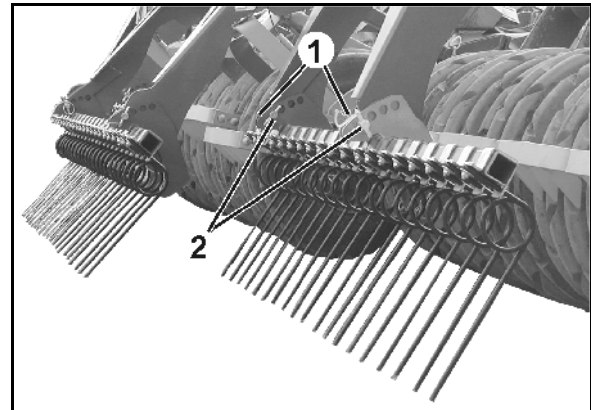

Рис. 34
2. Ослабьте пружинный фиксатор (Рис. 34/1).
3. Переведите установочный палец (Рис. 34/2) в нужную позицию.